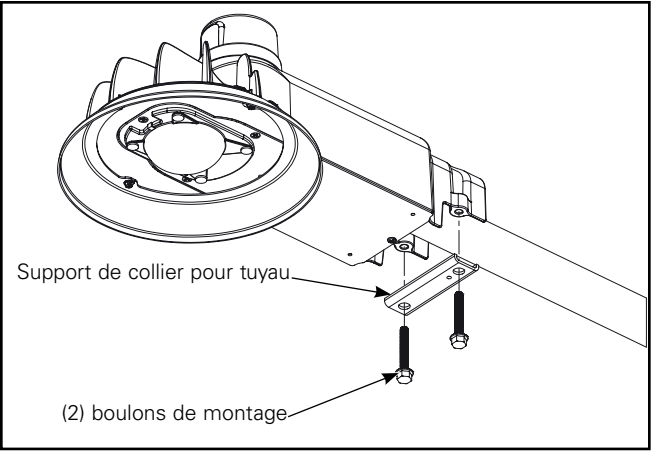

Figure 6.
- 3. Lorsque les fils d'alimentation sont acheminés dans un tuyau de montage de 152,4 à 203,2 mm (6 à 8 po), serrez les deux (2) boulons de montage du luminaire avec la douille de 12,7 mm (1/2 po). Serrez à un couple de 8 à 11 Nm (6 à 8 pi-lb). (Figure 6.)